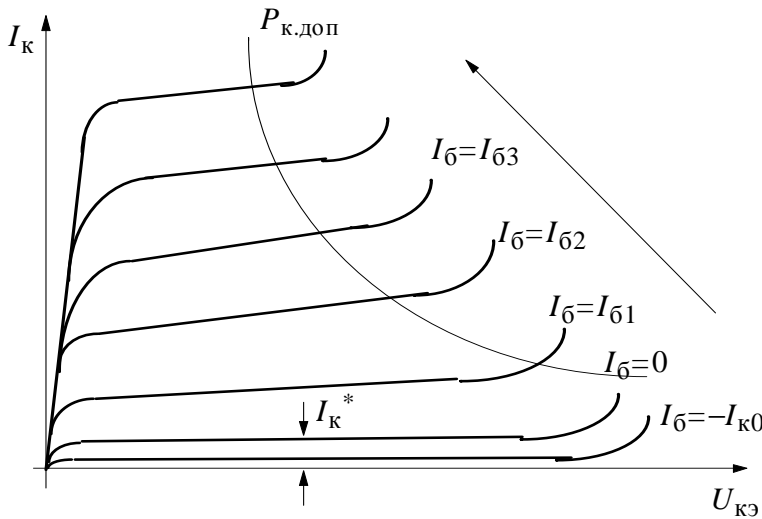

Рисунок 8.6 – Семейство выходных ВАХ транзистора
2. *Выходная ВАХ.* Выходной ВАХ транзистора называют зависимость выходного тока $i_{\text{к}}$ от выходного напряжения $U_{\text{кэ}}$ при фиксированном значении входного тока $i_{\text{б}} = \text{const}$, т.е. $i_{\text{к}} = f(U_{\text{кэ}}) \Big|_{i_{\text{б}} = \text{const}}$. Изменяя входной ток $i_{\text{б}}$ с некоторым шагом, можно получить семейство выходных ВАХ (рис. 8.6).